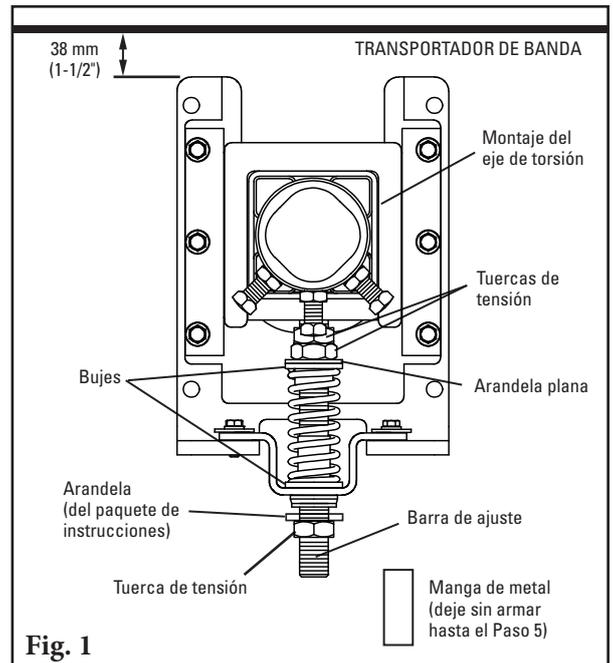

Fig. 1
1. **Configure de nuevo el tensor estándar al estilo de empuje.** Retire las 3 tuercas de tensión, la arandela plana, los 2 bujes, el resorte, la manga y el soporte de sombrero; arme de nuevo (Fig. 1) con 2 tuercas de tensión, la arandela plana, 2 bujes, el resorte y el soporte de sombrero en el extremo superior de la barra de ajuste. Agregue la arandela (del paquete de instrucciones) y la 3ra tuerca de tensión en la parte inferior de la barra de ajuste.
2. **Instale las bases de montaje del tensor.** Coloque las bases en la estructura o el chute para que las partes superiores de las patas de la base estén 38 mm (1-1/2") debajo de la banda (Fig. 1).
1. **Kit de guía de desensamblable.** Quite las tuercas y arandelas de ambos lados del tensor (Fig. 1).